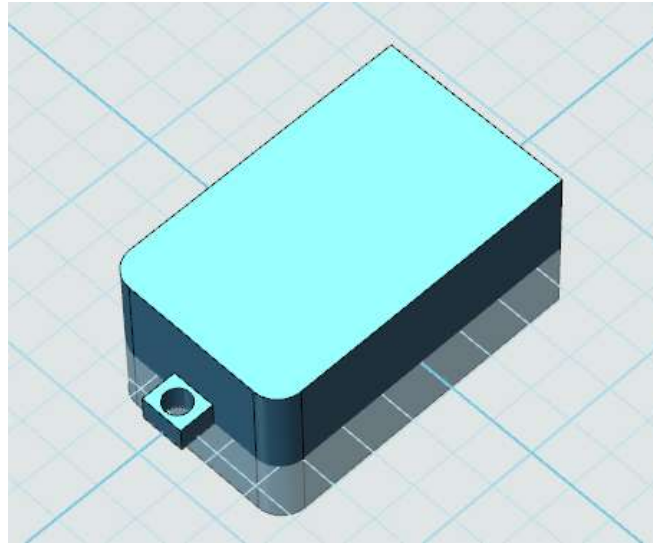

图 15-10
6. 点击刚刚画好的草图 ,选择拉伸命令。高度为 3。完成后如图 15-10 所示。